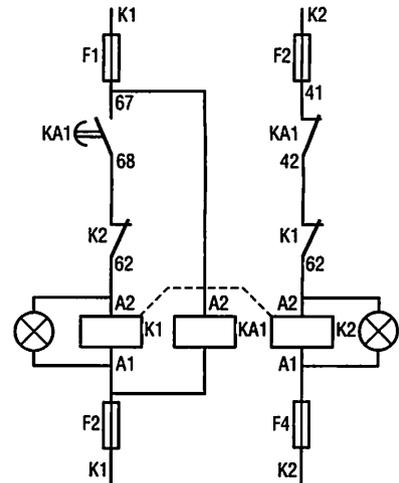

Fig. 5 : Circuit de commande.
b) Circuit de commande (fig. 5)